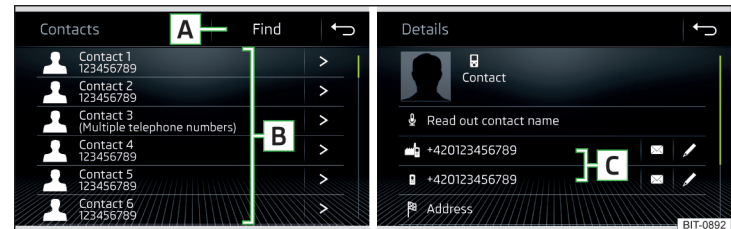

Abb. 199 Liste der Telefonkontakte / Kontaktdetails
- › Im Hauptmenü *Telefon* die Funktionsfläche  antippen, es wird eine Liste der Telefonkontakte angezeigt » **Abb. 199**.